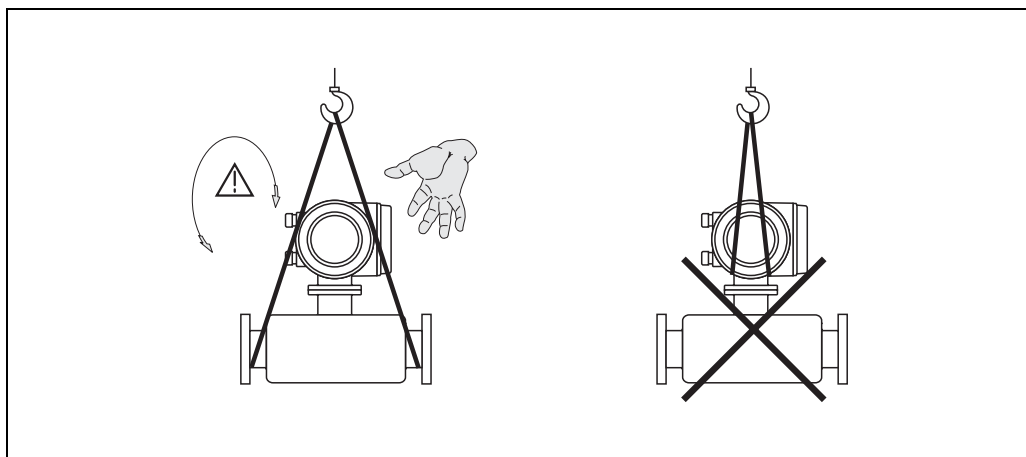

Рис. 4: Инструкции по транспортировке сенсоров с диаметрами > ДУ 40
- Не поднимайте измерительные приборы с номинальными диаметрами > ДУ 40 за корпус трансмиттера или за корпус соединений в случае отдельного исполнения (рис. 4). Используйте стропы, пропущенные через два технологических присоединения. Не используйте цепи - они могут повредить корпус.